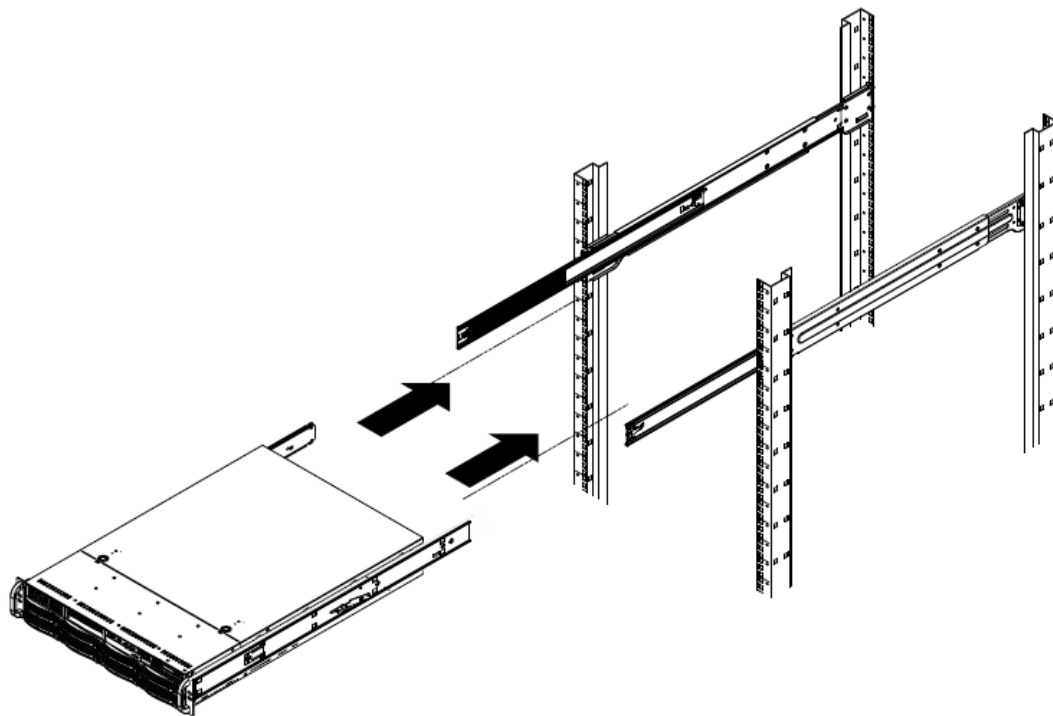

Рисунок 34 – Установка изделия в стойку
– установка изделия в стойку (см. Рисунок 34):